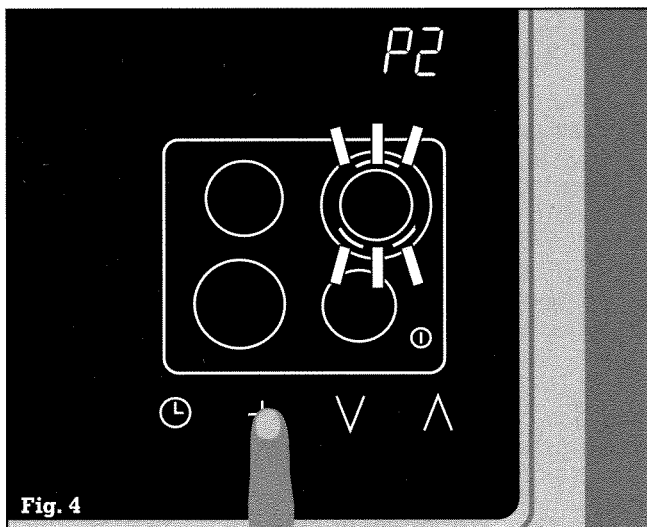

Fig. 4
- ... effleurez le symbole +. **P2** s'allume sur l'afficheur de la minuterie. Le symbole d'extension de zone \odot clignote sur l'afficheur de la zone de cuisson 3 (arrière droite) (fig. 4).